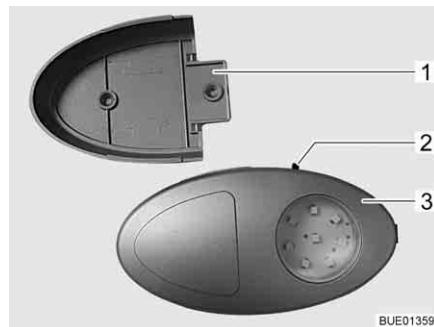
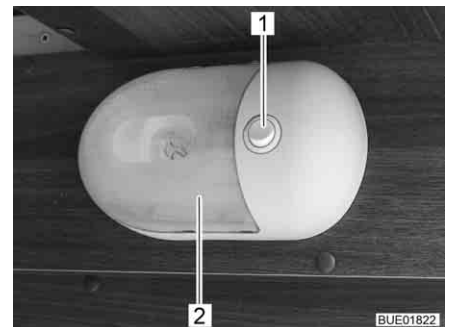

Bild 91 Klädsåpslampa/ficklampa
Bild 92 Klädsåpslampa
- ▷ Klädsåpslampan kan dras ut från skruvhållaren (Bild 91,1) och användas som ficklampa.
På-/av-brytaren (Bild 91,2 eller Bild 92,1) sitter direkt på klädsåpslampan (Bild 91,3 eller Bild 92,2).